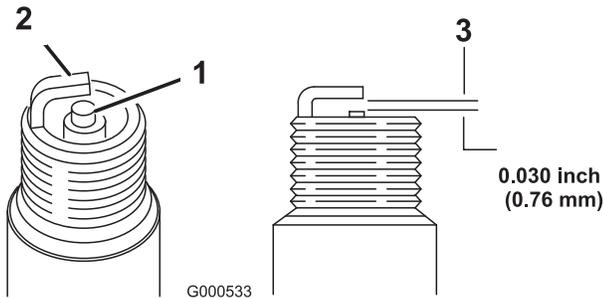

Figure 20
5. Réglez l'écartement des électrodes à 0,76 mm (Figure 20).